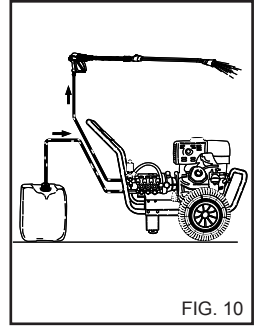

FIG. 10
1) Nach einem Waschvorgang mit Reinigungsmittel den Absaugzyklus nachspülen; das Absaugrohr (Fig.10) in einen Kanister mit sauberem Wasser stecken und die Pumpe bei völlig geöffnetem Dosierungshahn und bei Lanze in Reinigungsmittel-Abgabeposition eine Minute lang laufen lassen.
- 4) Nach einem Waschvorgang mit Reinigungsmittel den Absaugzyklus nachspülen; das Absaugrohr (Fig.10) in einen Kanister mit sauberem Wasser stecken und die Pumpe bei völlig geöffnetem Dosierungshahn und bei Lanze in Reinigungsmittel-Abgabeposition eine Minute lang laufen lassen.